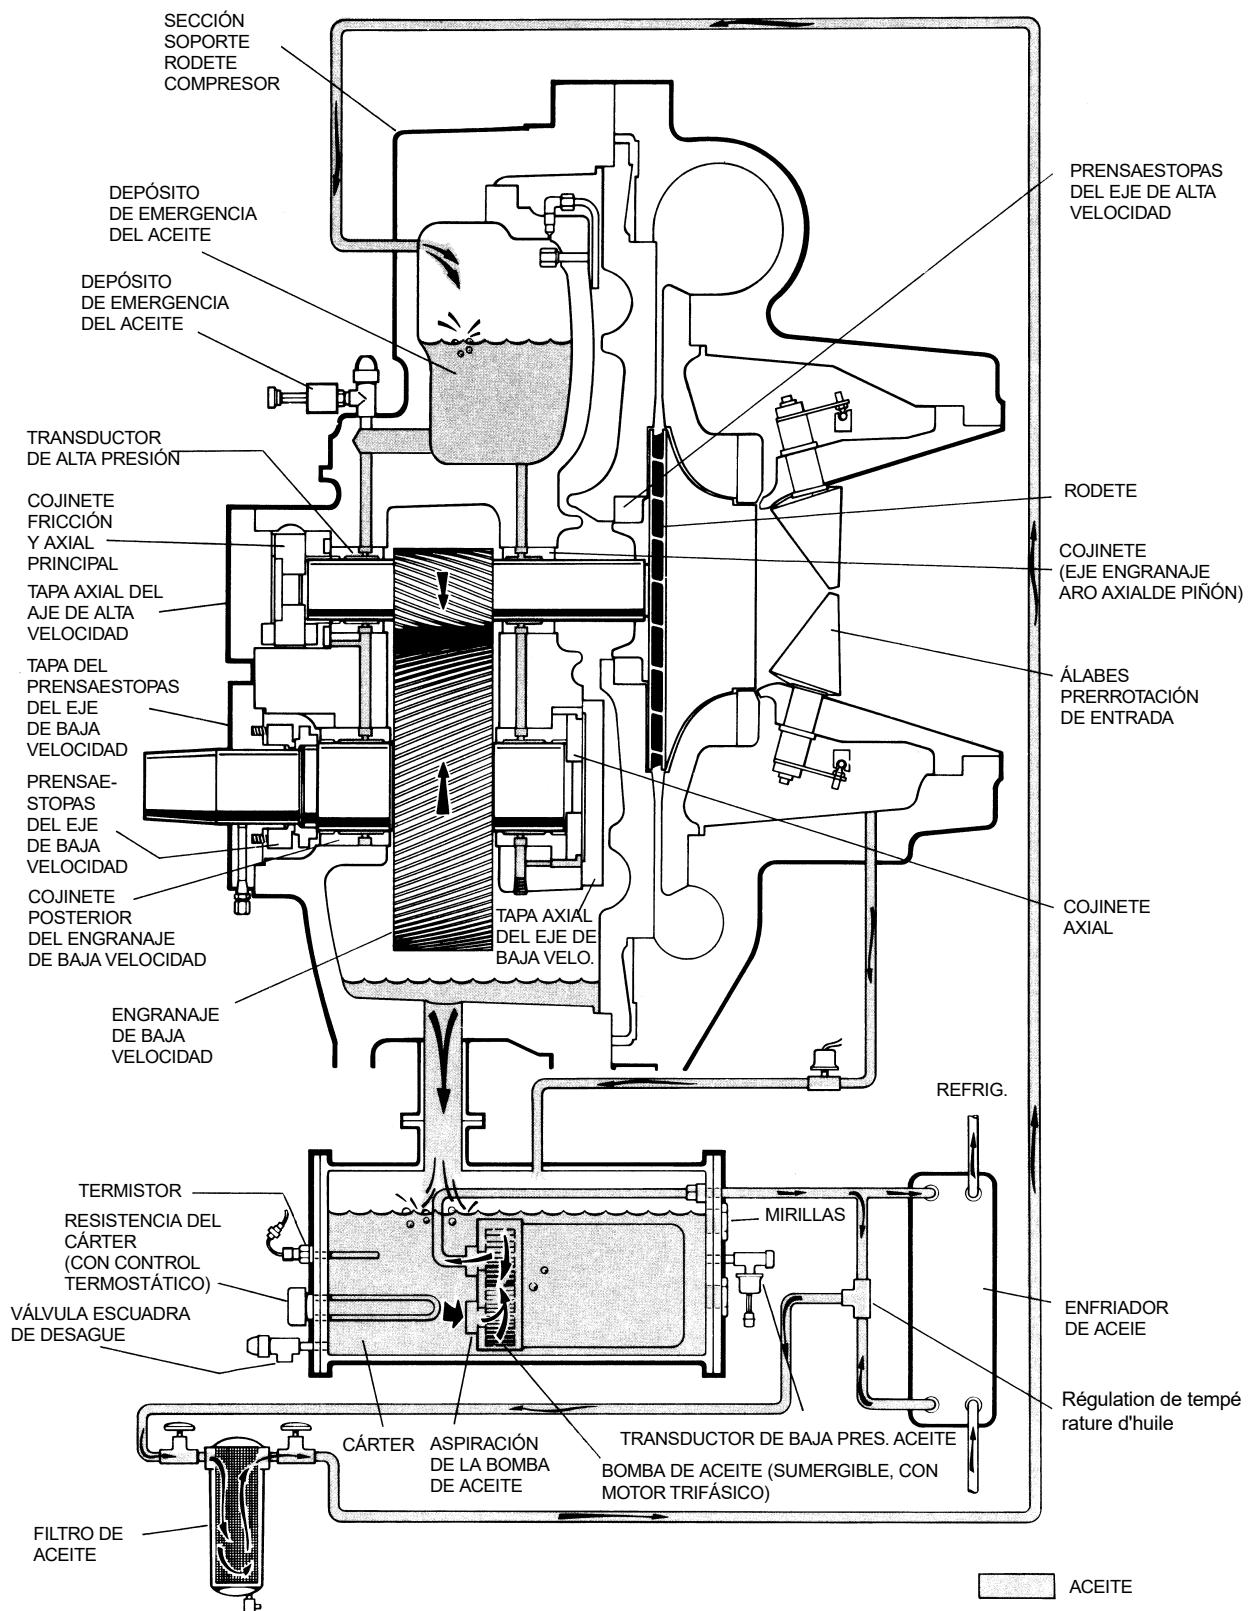

Figura 2.4 Sistema de Lubricación del Compresor
2.4 Sistema de Lubricación del Compresor (Figura 2.4)